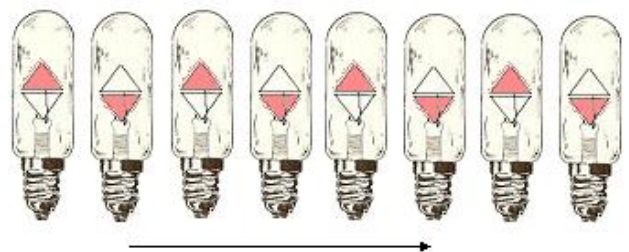

Rys. 4
**6. Kondensator w obwodzie elektrycznym.** Montujemy obwód według rysunku 4 A. Dioda nie świeci. Zmieniamy bieguny baterii. Dioda nadal nie świeci. Zastępujemy baterię prądniczką rowerową (rys. 4 B). Wprawiamy wirnik prądniczki w szybki ruch obrotowy, przeciągając silnie dłońią po głowicy prądniczki. Teraz dioda świeci. Jak to możliwe? Jak wiadomo, kondensator to dwa przewodniki przedzielone warstwą izolatora (i to dobrego izolatora!). Oczywiście prąd przez dielektryk nie płynie. Prądnica wytwarza napięcie przemiennie i okładki kondensatora przemiennie ładują się i rozładowują.